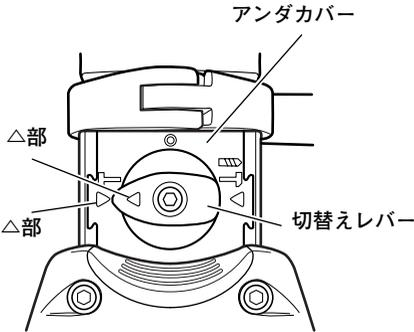

図 7
- 図7のように切替えレバーの△部とアンダカバーの△部を合わせます。